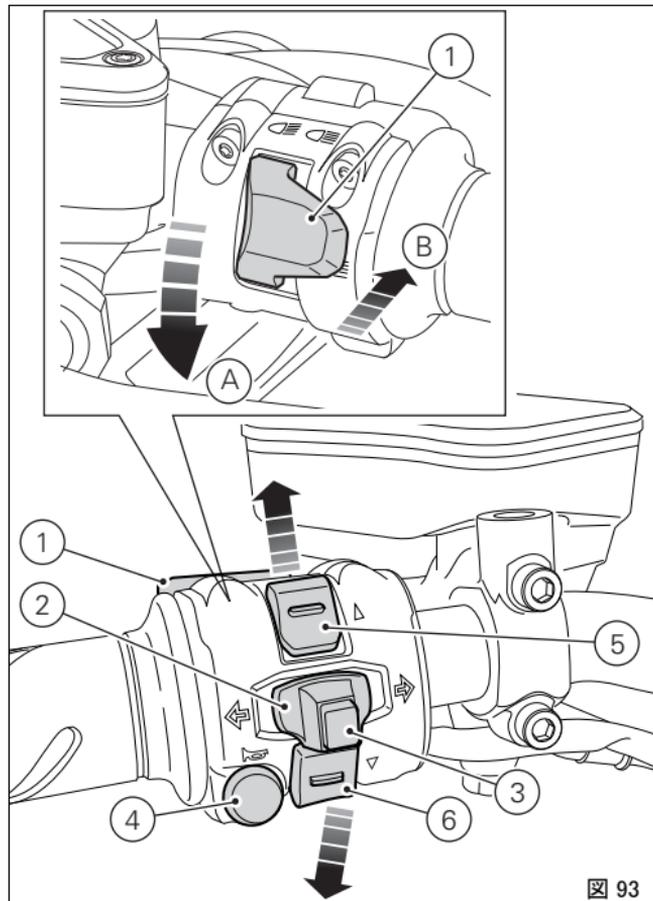

図 93
## 左側スイッチ（図 93）
- 1) デイマースイッチ、ビームの選択、2 ポジション（図 93）：
- 2) ボタン ⇐ ⇨ = ターンインジケータ、3 ポジション（図 93）：